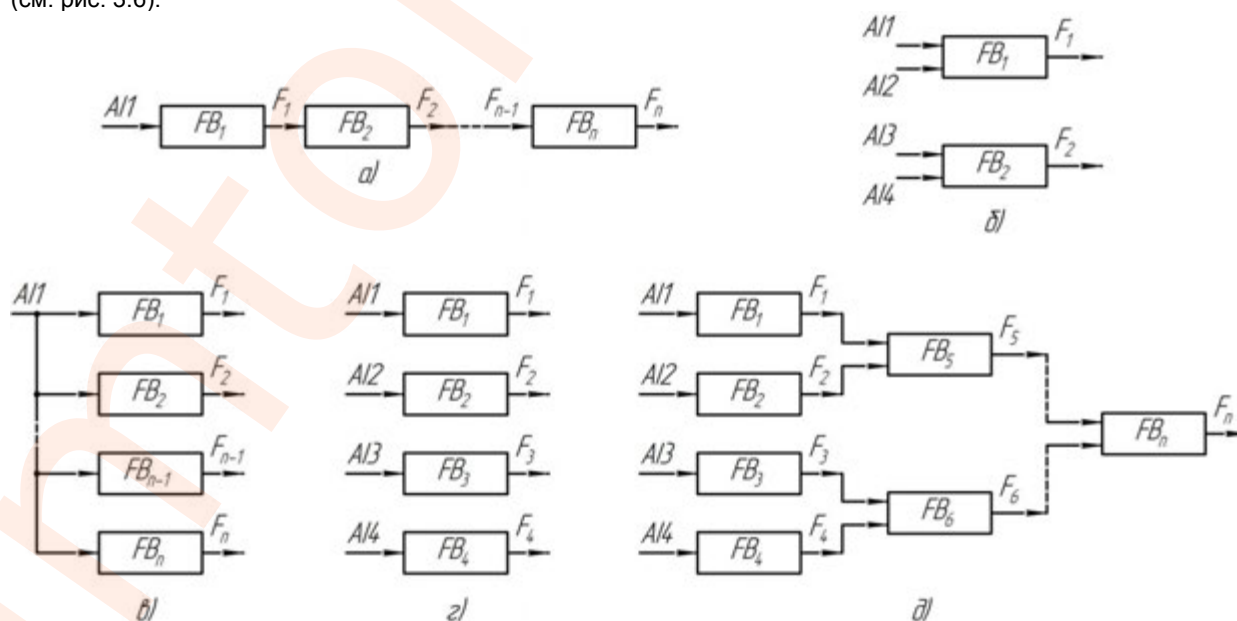

Рисунок 3.6 – Схемы обработки аналоговых сигналов
3.7.3.1 Каждый из функциональных блоков может обрабатывать сигналы как с блоков нормализации и масштабирования (PV1-PV4), так и с других функциональных блоков. Таким образом, в индикаторе ИТМ-4 возможно построение многоуровневой обработки входных сигналов при помощи математических функций (см. рис. 3.6).